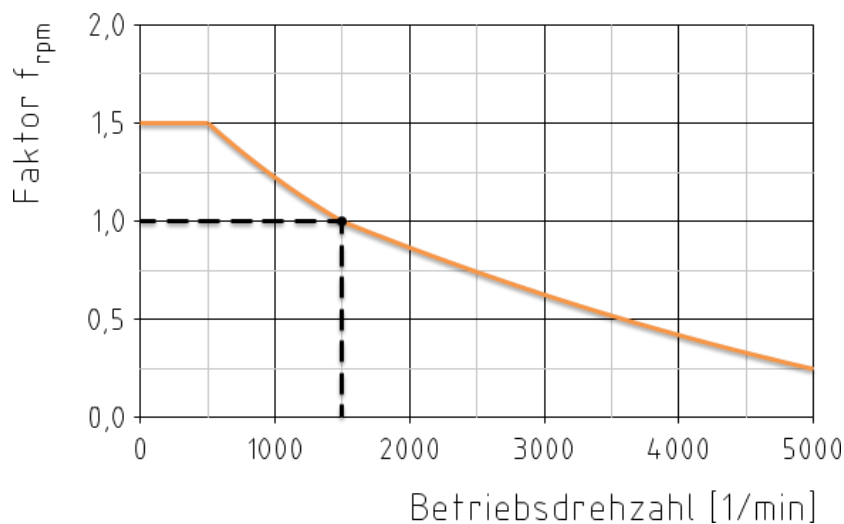

Bild 26: Diagramm der Versatzkorrektur
- Die aufgeführten radialen und winkligen Verlagerungswerte beziehen sich auf eine Referenzdrehzahl von 1500 1/min. Mit dem Diagramm der Versatzkorrektur (siehe Bild 26) erfolgt eine drehzahlabhängige Erhöhung oder Reduzierung der Verlagerungswerte durch den Faktor f_{rpm} . Die Verlagerungswerte zwischen den angegebenen Drehzahlen sind entsprechend zu interpolieren.